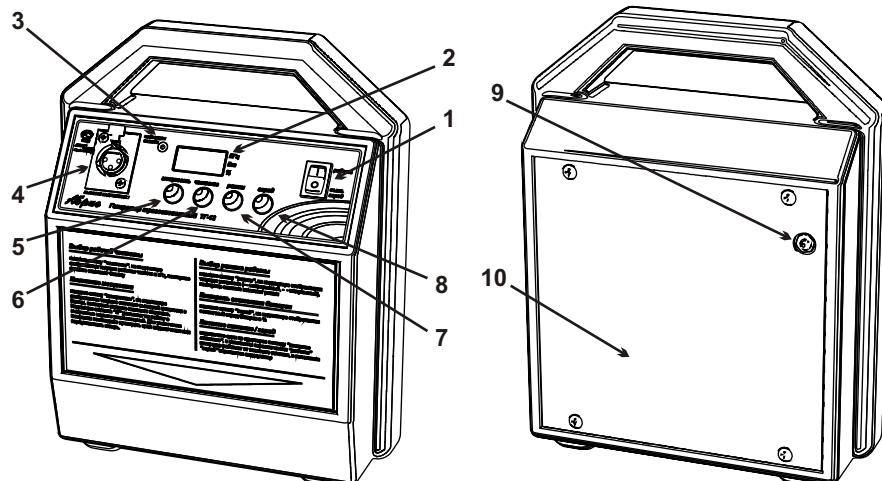
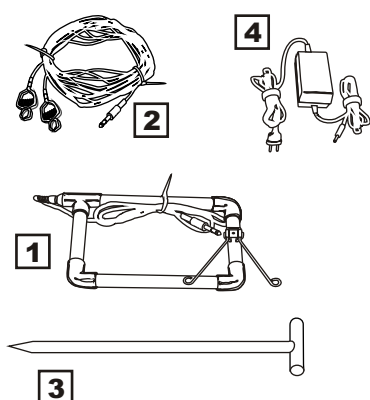

Рисунок 3
Рисунок 4
-  Нажмите на клавишу (поз. 1 рис. 3) переключив ее в положение “работа”
-  Нажмите кнопку “заряд” (поз. 8 рис. 3), на индикаторе отображается значение заряда аккумулятора в %
- 1 Нажмите на клавишу (поз. 1 рис.3) переключив ее в положение “выкл. / заряд”
- 2 При заряде от сети подключите адаптер 220 В (поз.4 рис. 4) к гнезду подключения внешнего питания (поз. 9 рис.3), при заряде от бортовой сети автомобиля используйте автомобильный адаптер (поз. 5 рис. 4). Во время заряда мигает надпись “зар”, по окончании надпись высвечивается не мигая.
- 1 При работе от сети подключите адаптер 220 В (поз. 4 рис. 4) к гнезду подключения внешнего питания (поз. 9 рис. 3), при работе от бортовой сети автомобиля используйте автомобильный адаптер (поз. 5 рис. 4).
- 2 Нажмите на клавишу (поз. 1 рис.3) переключив ее в положение “работа”
**ВНИМАНИЕ !** Не включайте питание генератора перед подключением. При включенном питании на гнезде подключения внешней нагрузки (поз. 4 рис. 3) или зажимах вставленного в него кабеля гальванического подключения (поз. 2 рис. 4) присутствует высокое напряжение, порядка 200 В
- 1** Подключите один зажим кабеля гальванического подключения (поз.2 рис. 4) к коммуникации, при этом необходимо обеспечить надежный электрический контакт.
- 2** Другой зажим кабеля подключите к штырю заземления (поз. 3 рис. 4), вбитому в увлажненный грунт в 5-15м от места подключения
- 3** Подключите разъем кабеля к гнезду подключения внешней нагрузки (поз. 4 рис. 3)
- 1 Нажмите кнопку “частота” (поз. 6 рис. 3), на индикаторе отображается текущее значение частоты в КГц.
- 1 Нажмите кнопку “мощность” (рис.3 поз.5), на индикаторе отображается установленное значение мощности в ваттах.